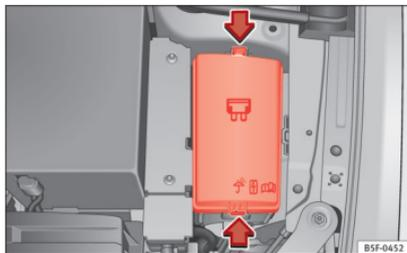

Abb. 100 Im Motorraum: Abdeckung des Sicherungskastens.
- Drücken Sie die Verriegelungslaschen, um die Abdeckung des Sicherungskastens zu entriegeln » **Abb. 100**.